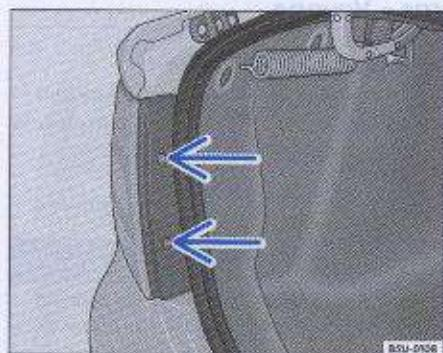

Fig. 149 Remoción de la luz trasera en la carrocería
- Remover los tornillos de fijación → página 216, fig. 149 -flechas-.